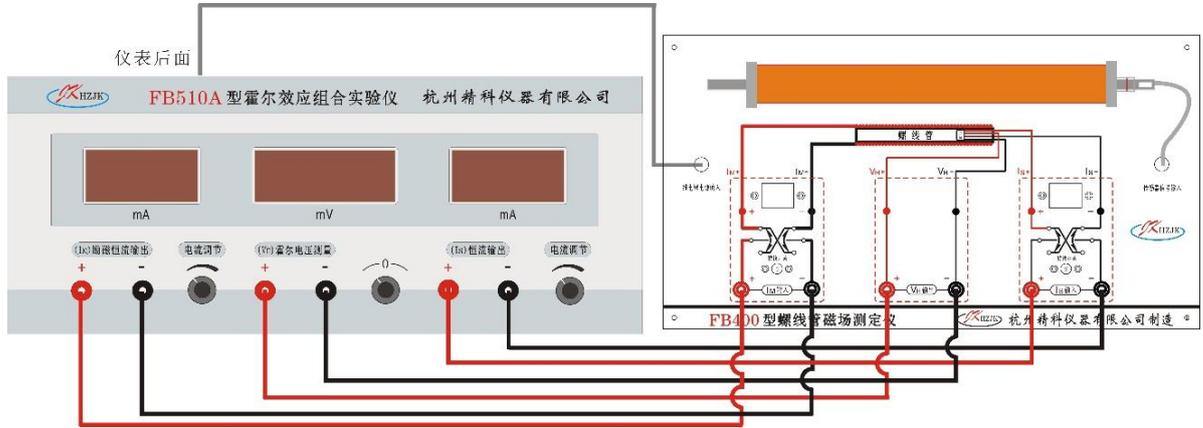
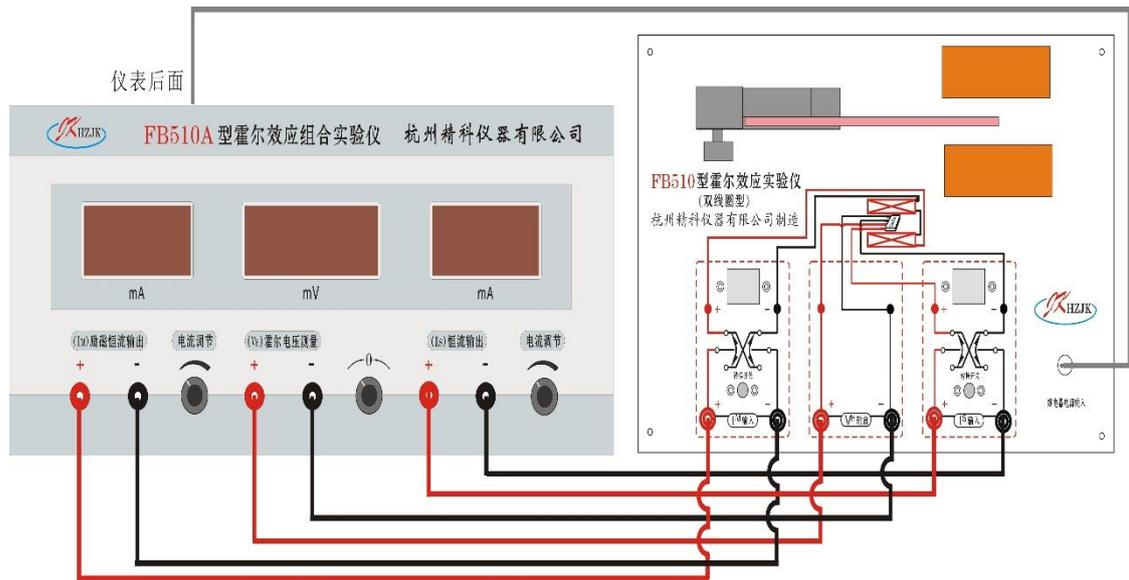

图 3-11 霍尔效应组合实验仪面板与螺线管磁场测定仪连线图
图 3-12 霍尔效应组合实验仪面板与亥姆霍兹线圈实验仪连线图
**FB510A 型霍尔效应组合实验仪：**由励磁恒流源  $I_M$ 、样品工作恒流源  $I_S$ 、数字毫伏表等单元组成。以图 3-11 为例，分别介绍一下组合实验仪的几个主要部分：
- ①  $I_M$  恒流源。在面板的右侧，接线柱红、黑分别为该电源输出的正、负极。右数显窗显示该电源输出的数值，单位为  $A$ 。该电流输出的数值可用相应旋钮调整。
- ②  $I_S$  恒流源。在面板的左侧，接线柱红、黑分别为该电源输出的正、负极。中数显窗显示该电源输出的数值，单位为  $mA$ 。该电流输出的数值可用相应旋钮调整。
- ③ 数字毫伏表。在面板的中间，量程为  $200mV$ ，单位为  $mV$ 。有调零旋钮调节零点电压位置。
实验仪器的连线分别见图 3-11 和图 3-12。实验时，工作电流和励磁电流的换向通过换向按钮和继电器完成，具体走向在面板上通过示意图和相应的指示灯显示。
根据图 3-11 和图 3-12 所示，检查仪器的连接是否正确，熟悉实验装置和组合实验仪的使用。记录实验装置标签上所给的霍尔灵敏度，注意单位！